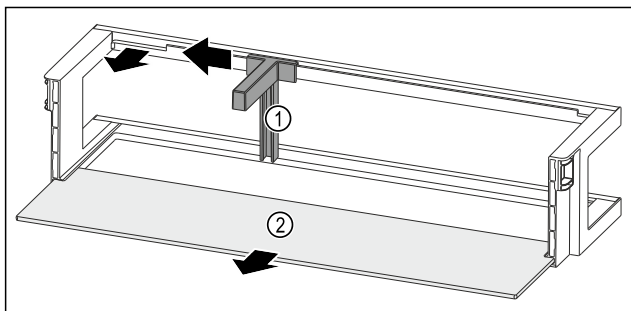

Fig. 203 Oviteline pullonpitimen ja säilytyshyllyn kanssa
- Työnnä pullonpidin Fig. 203 (1) sivulle koloon saakka.
- Ota pullonpidin Fig. 203 (1) pois.
- Ota säilytyshylly Fig. 203 (2) pois.